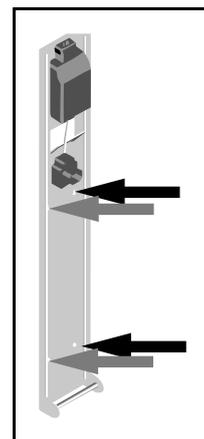

Fig. 1
- 3) Segure o carregador contra a parede, instale e aperte os parafusos. Veja Fig. 1.